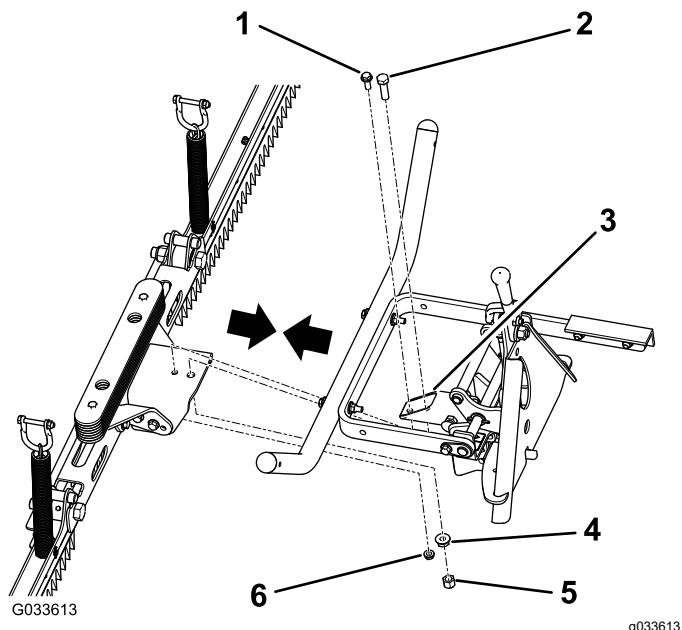

Figure 8
1. Alignez les 2 trous du support au centre du râteau et les 2 trous dans le tube d'attelage (Figure 8).